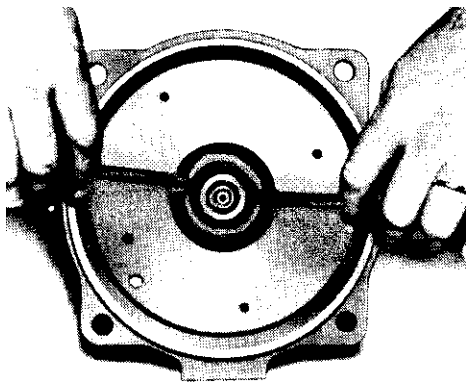

Figure 1
8. Extraire l'élément mobile de la garniture mécanique (fig. 1) avec deux (2) tournevis utilisés comme leviers.